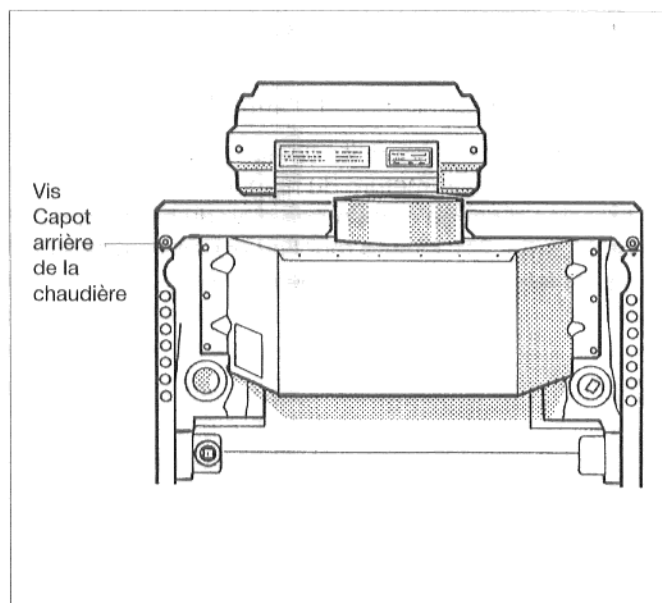

Fig. 19
- Mettre le capot arrière de la chaudière en place et le visser par l'arrière au moyen des deux vis de fixation (fig. 19).